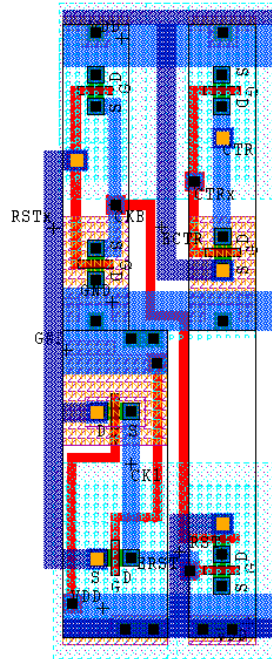
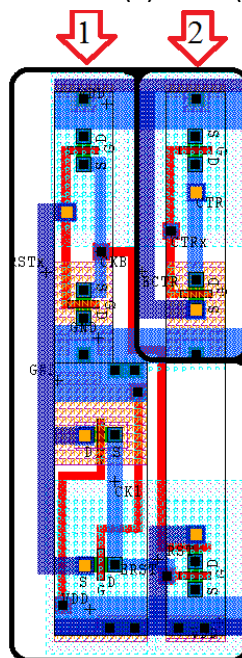

Figura 5 - Leiaute da célula RST_CTR
Figura 6 - Leiaute das células RST(1) e CTR(2)
Os dois circuitos RST e CTR estão em uma mesma célula, como se pode ver na figura 5. Na figura 6, estão destacados os dois circuitos: (1) RST e (2) CTR.